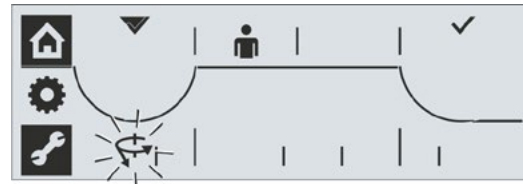

Fig. 10: Udkoblingsmomentafhængig frakobling i yderstillingen LUK
12. Gem yderstillingen: Tryk på Drive Controller. Fluebenen bekræfter, at første yderstilling er gemt. Displayet skifter til den anden yderstilling (i det foreliggende eksempel til yderstillingen LUK) og til parametring af frakoblingsmåde - symbolet for den aktuelt indstillede frakoblingsmåde, vandrings- eller udkoblingsmomentafhængig, i LUK-yderstillingen blinker, se fig. 10.